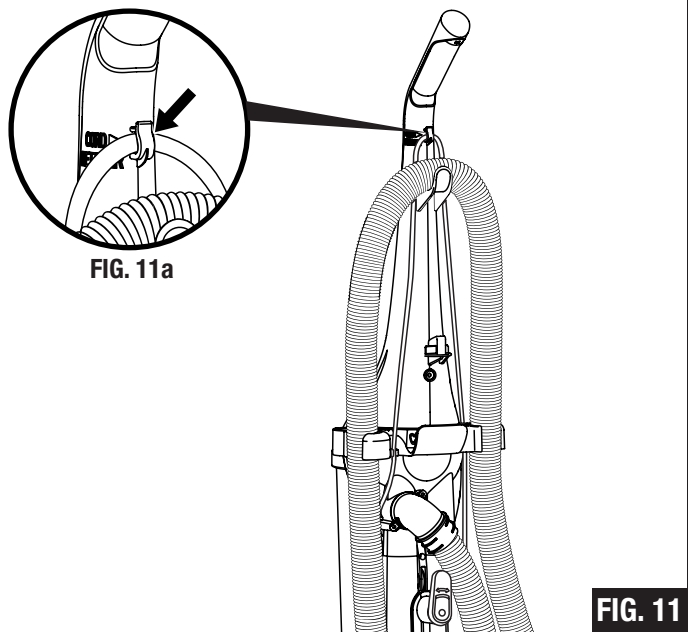

FIG. 11
Step 2: Put Cord on Cord Retainer. To use, push electrical cord down into cord retainer (FIG. 11a). You will find your cord retainer on the handle above the upper cord hook. This will place the cord out of the way the next time you vacuum (FIG. 11).
Paso 2: Coloque el cordón en su retenedor. Para usar el retenedor, oprima el cordón hacia abajo y hacia adentro del retenedor (FIG. 11a). El retenedor del cordón se encuentra en la manija por encima del gancho superior del cordón. Esto mantendrá el cordón fuera del paso la próxima vez que aspire (FIG. 11).